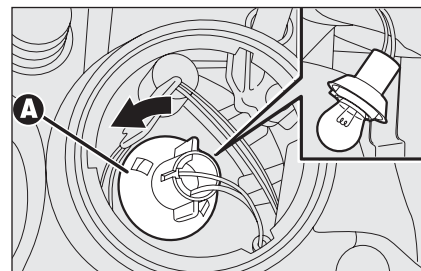

fig. 28
- ☐ ruotare in senso antiorario il portalam-pada **A-fig. 28**, estrarre la lampada e sostituirla;